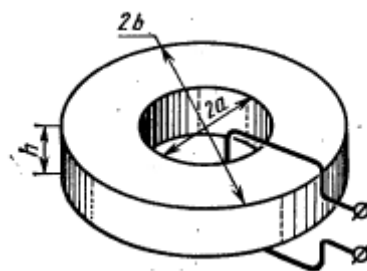

Рисунок 8 – Катушка индуктивности, состоящая из одиночного витка
- 26.** Определить индуктивность катушки, состоящей из одиночного витка, размещенного на кольцевом сердечнике из ферромагнитного материала ($\mu \gg 1$) (рис.8). $\mu=300$, $b=3$ см $a=1$ см $h=5$ см